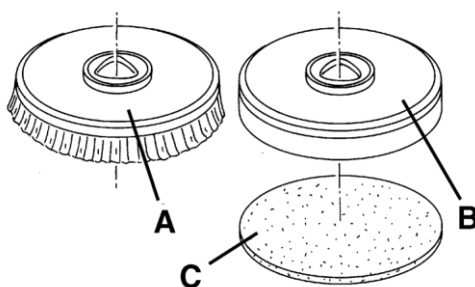

Figure 3
1. Selon le type de nettoyage à effectuer, la machine peut être équipée de brosses (A, Fig. 3) ou de porte-tampons avec tampons (C) ainsi que du plateau approprié
2. Appuyer sur le bouton (66) pour démarrer la machine.
3. Mettre le régulateur de vitesse (4) sur ralenti en le tournant dans le sens anti-horaire.
4. Positionner les brosses (A) ou le porte-tampons (B) sous le plateau (18).
5. Baisser le plateau sur les brosses/porte-tampons en appuyant sur l'interrupteur (61).
6. Pour accrocher les brosses/porte-tampons, appuyer sur le panneau de commande (3), puis le relâcher. Si nécessaire, répéter la procédure jusqu'à ce que les brosses/porte-tampons sont engagés.